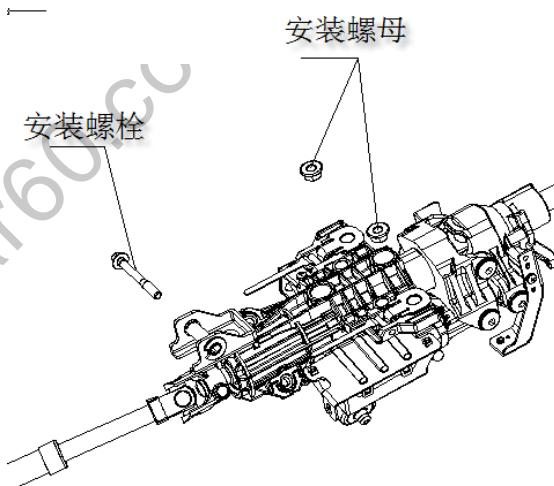

图 4-9
①从电动转向管柱上脱开接插件和线束卡扣。
②拆下 1 个安装螺栓和 2 个安装螺母，取下转向管柱及万向节。如图 4-9 所示。